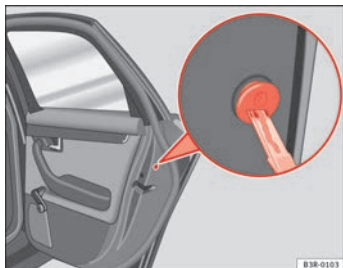

Abb. 72 Notverriegelungs-
- Drehen Sie die Abdeckkappe etwas mit dem Zündschlüssel ⇒ Abb. 72 und kippen Sie anschließend die Kappe nach unten.